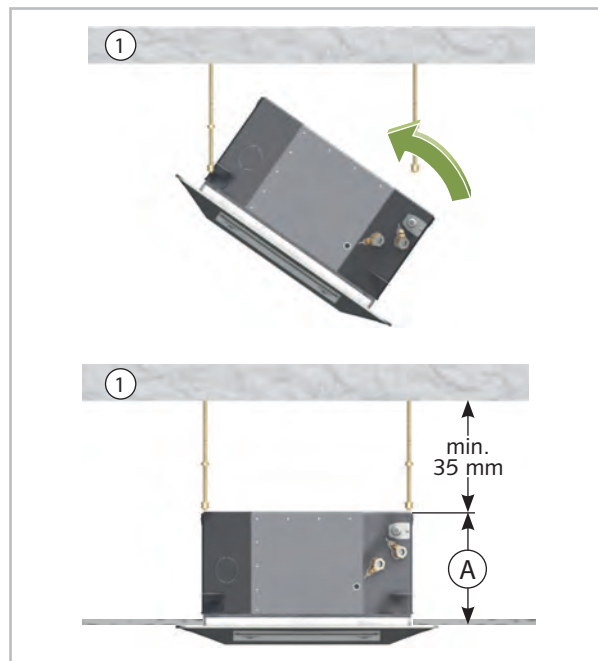

Abb. 11: Gerät einhängen
2. ➔ Setzen Sie das Innengerät in die Gewindestangen ein und bringen Sie die Geräte durch die untere Mutter in eine waagerechte Position (Abb. 11).